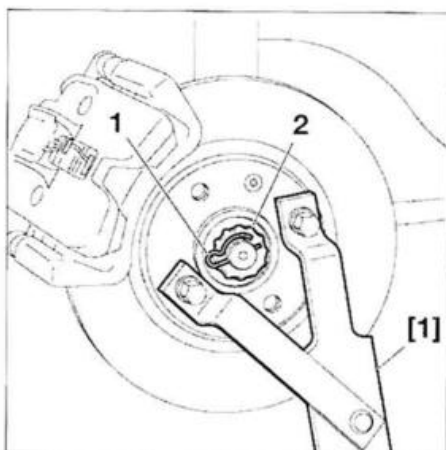

FIG. 1
- Colocar el útil [1] (útil de inmovilización de cubos ref. 6310-T) (fig. 1).